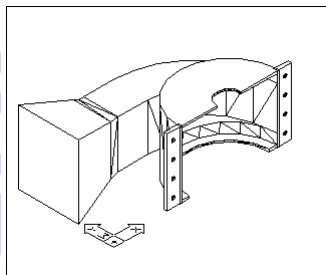
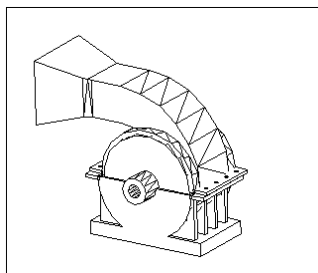

图 18-35
图 18-36
(10) 差集处理。单击  按钮或者在命令行直接输入 `subtract`，结果如图 18-35 所示。
(11) 打开所有的冻结图层。
(12) 移动处理。单击  按钮或者在命令行直接输入 `move`，移动上述实体到合适的位置，如图 18-36 所示。